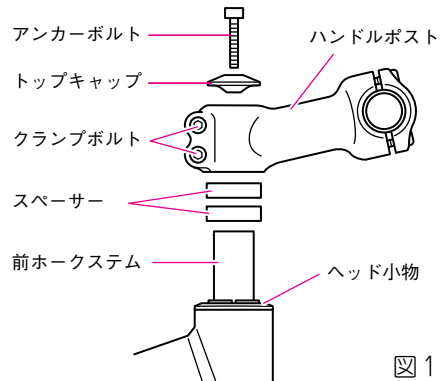

図1
- ① 図1の順序で各部品を仮組みします（製品により仕様は若干異なります）。
- ② ヘッドの回転具合を確認しながらアンカーボルトを締め、ヘッド玉当たり調整を行います。